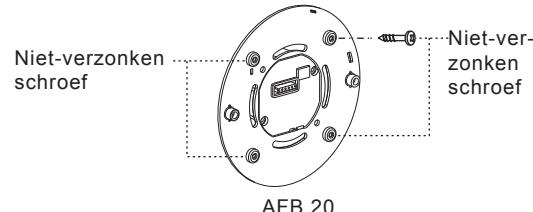

AFB.18
3.3.4.2 Om de voedingskabels door de zijkant van de aansluitdoos voor oppervlakmontage te geleiden, gebruik een snijtang om de zij-uitwerpers van de kabelringen af te breken, steek de kabels in de aansluitdoos en geleid de kabels hierdoor heen. Verwijder 6 - 8 mm kabelmantel voor bedrading (zie AFB.18).